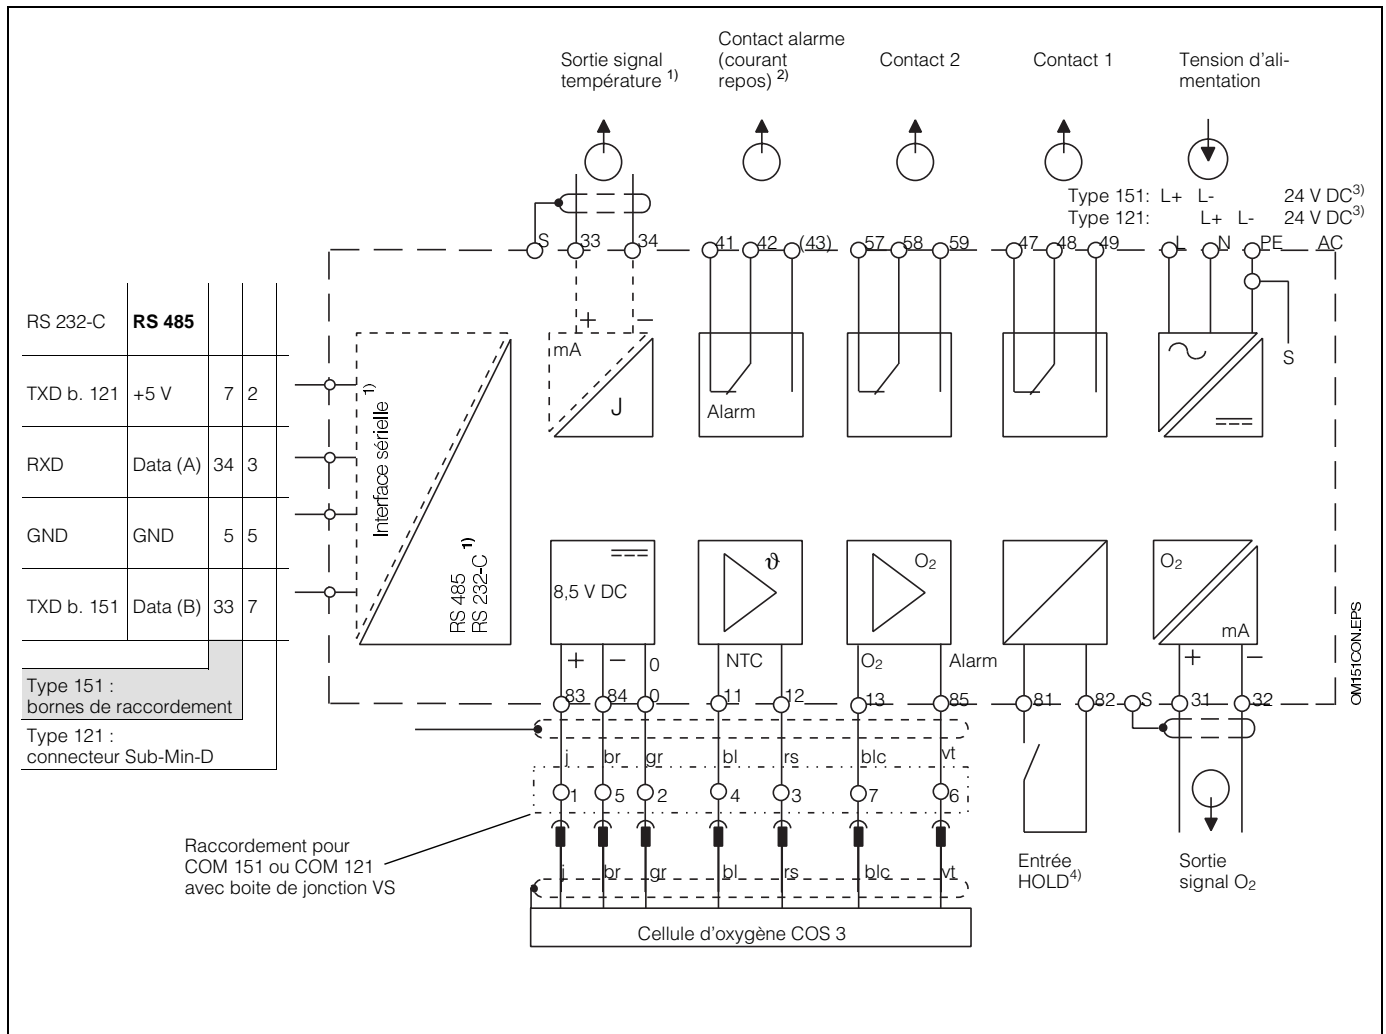

Fig. 4.11 : Raccordement électrique Mycom COM 121/151
- Procéder au raccordement selon le schéma électrique (voir fig. 4.11)